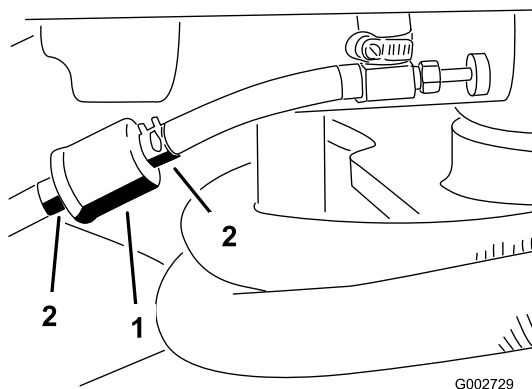

图 28
- 关闭燃油切断阀拧松滤芯化油器侧的软管夹然后从滤芯上拔下燃油管线图 28。